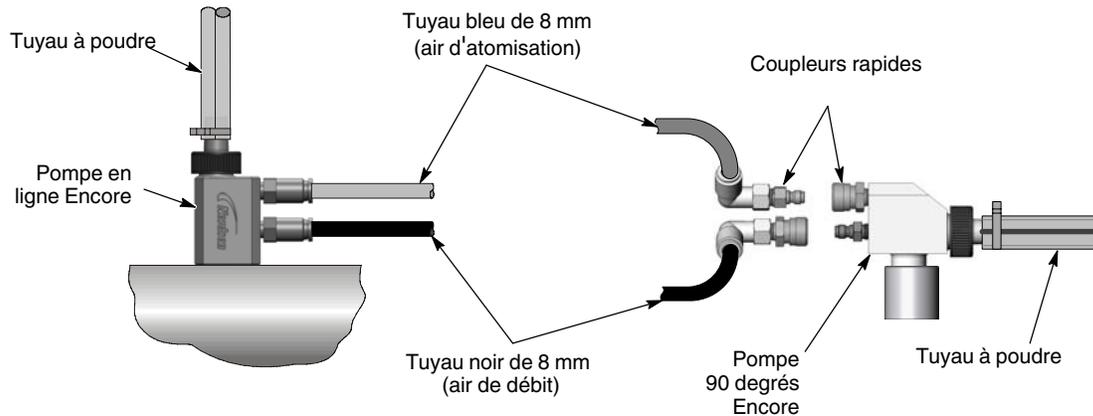

Figure 3-9 Branchements de la pompe
3. Voir la figure 3-9. Relier les tuyaux à air aux raccords de la pompe.